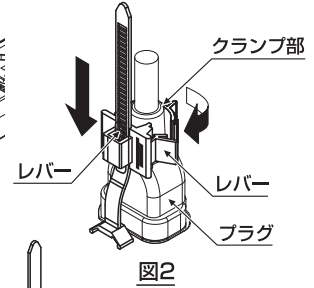

図2
- 2.クランプ部をプラグの根元まで移動させ、締付けを行なってください(図2)。(クランプ部の解除は、各レバーで行なえます)